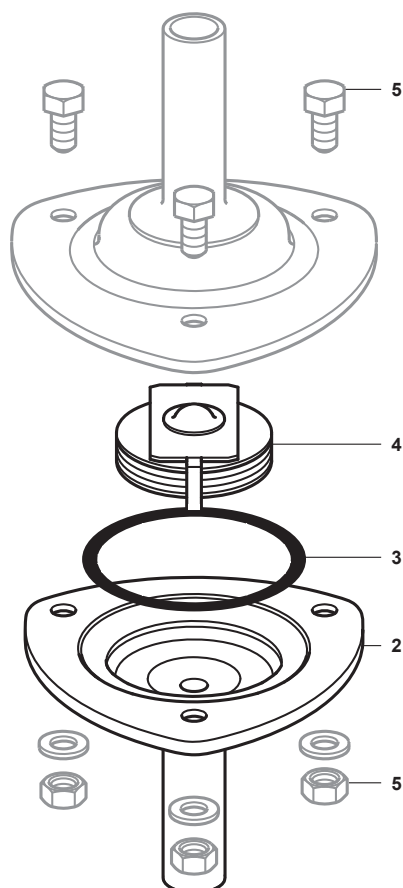

Fig. 6 BTM7
- Les raccords (4) avec le siège, le joint torique (3) et l'ensemble élément (2) peuvent alors être retirés pour être nettoyés ou remplacés. Veillez à ce que l'ensemble élément (2) soit monté dans la bonne position lors du remontage (voir figure 6).
- Remonter en utilisant un nouveau joint torique (3) et en plaçant la clapet en position de fermeture sur l'orifice du siège.
- Remplacer les écrous et les boulons (5) et les serrer au couple recommandé (voir tableau 1) et remettre en service.